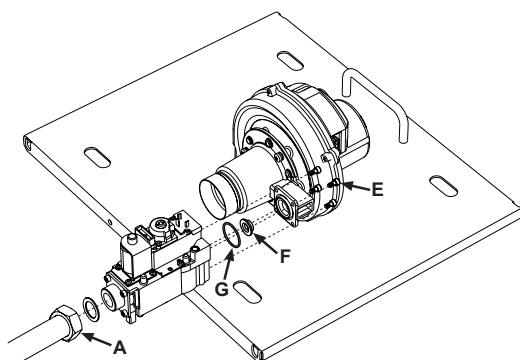
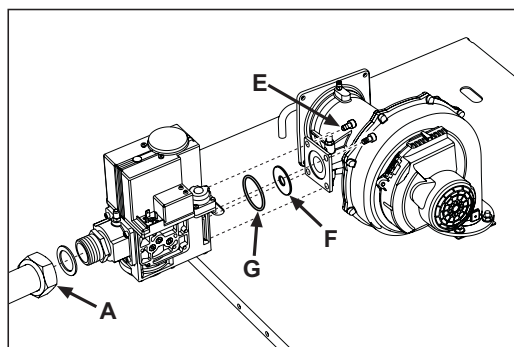
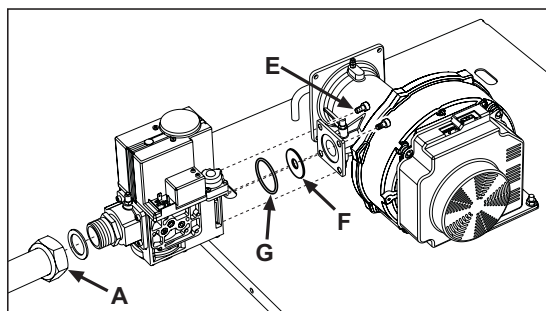

fig. 27 - Modello ARTAX 125
fig. 28 - Modello ARTAX 220
fig. 29 - Modello ARTAX 320
4. Svitare il girello "A" di fissaggio della valvola gas (vedi fig. 27, fig. 28 e fig. 29 per i vari modelli).